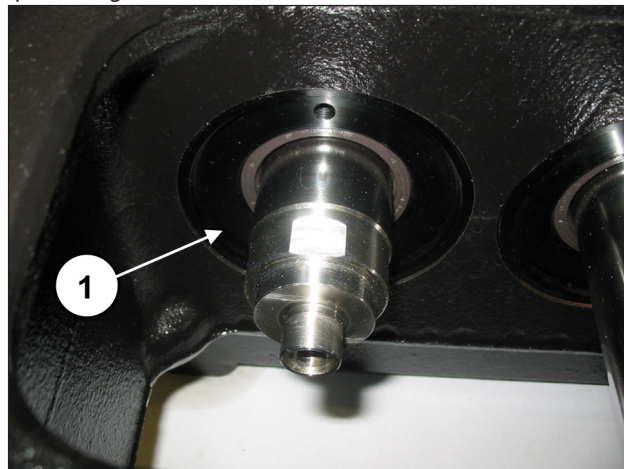
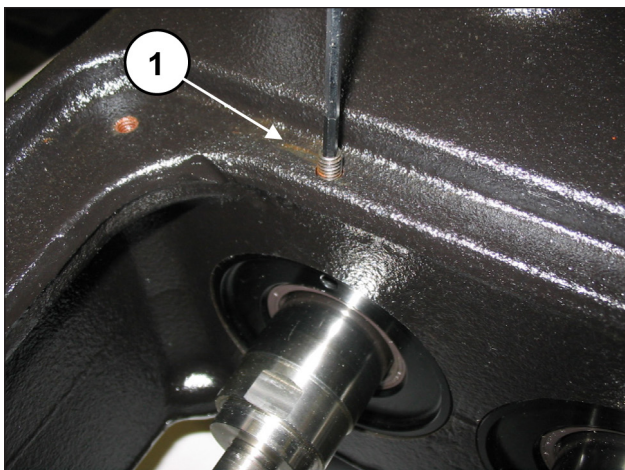

Fig. 95
Fig. 96
Insira o grupo montado no interior do carter no local adequado, certificando-se de que a cobertura entre completamente no local (pos. ①, Fig. 95), prestando atenção para não danificar a borda do anel de vedação radial. Solte as coberturas da vedação do óleo, mediante dois grãos M6x30 (pos. ①, Fig. 96).